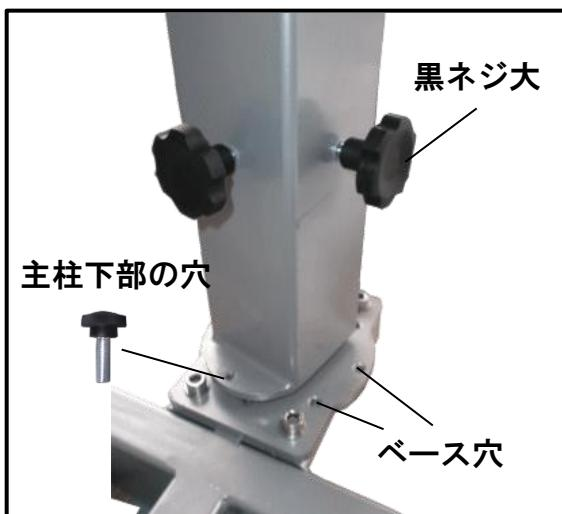

図.3
- ① 主柱下部の穴を、台座軸ベース穴 8ヶ所の任意の穴に合わせて丸黒ネジ(d)で固定します。(図.3)
- ② 主柱下部にあるネジ穴 2ヶ所を黒ネジ大(c)でパラソル本体(A)を固定します。